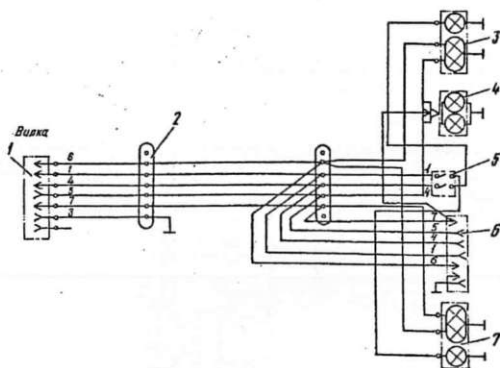

Рис.13. Схема электрическая принципиальная:
4.9. Система электрооборудования (рис.13). Электрооборудование прицепа постоянного тока напряжением 12В от сети трактора.